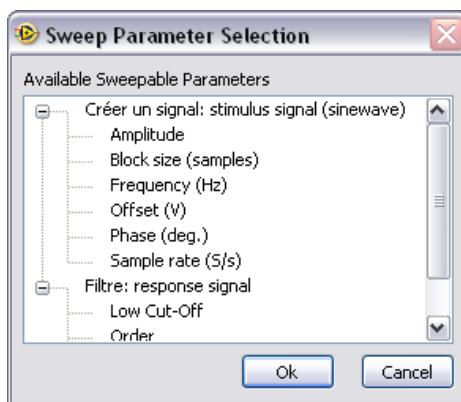

Figure 6-1. Boîte de dialogue Sélection du paramètre de balayage
4. Cliquez sur le bouton **Ajouter** dans la boîte de dialogue **Configuration d'une étape** pour afficher la liste des paramètres de balayage de chaque étape du projet, comme le montre la figure 6-1.